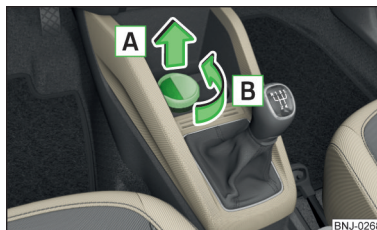

Fig. 72
- **Extraiga** » **fig. 72** el cenicero en el sentido de la flecha **A**.